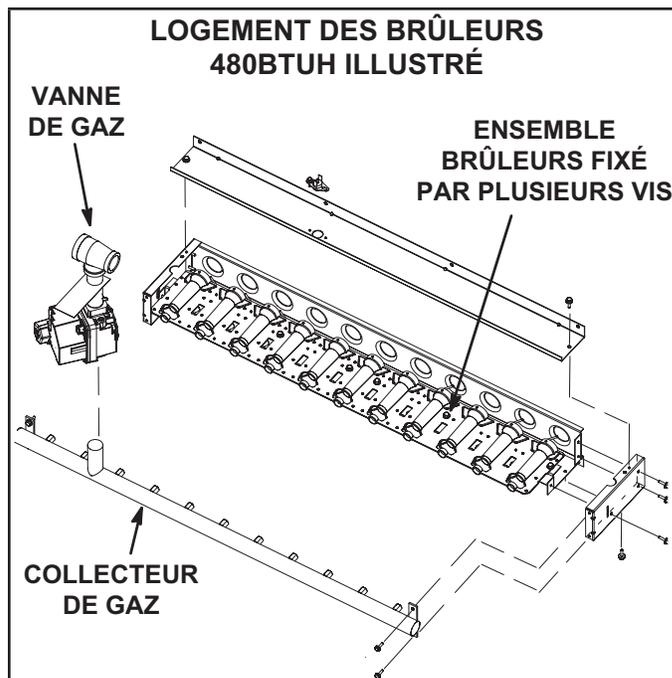

FIGURE 38
- 3 - Retirez les vis qui fixent l'ensemble brûleurs au support des brûleurs et retirez l'ensemble. Reportez-vous à la FIGURE 38. Nettoyez-les au besoin.